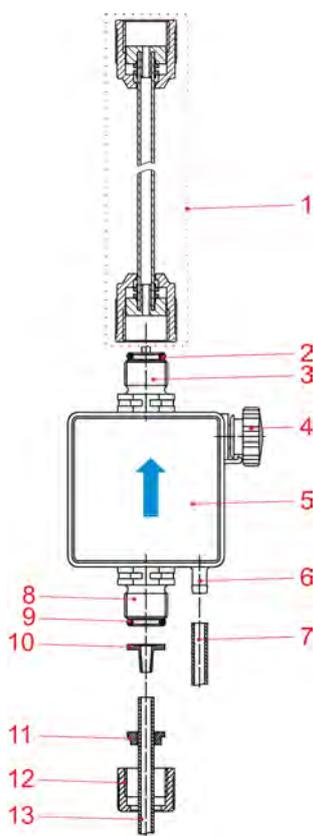

Fig. 9 : Installation hydraulique
S'assurer lors du raccordement des conduites d'aspiration et de refoulement que les joints toriques ( Fig. 9 , repères 5 et 11) sont montés sur les raccords afin d'obtenir l'étanchéité nécessaire.
1. ➤ Poser le joint torique ( Fig. 9 , repère 2) dans la rainure de la soupape.
4. ➤ Montez la conduite de dosage ainsi confectionnée ( Fig. 9 , repère 1).
5. ➤ Posez le joint torique ( Fig. 9 , repère 2) dans la rainure de la soupape et serrez l'écrou-raccord.
2. ➤ Faire coulisser l'écrou-raccord ( Fig. 9 , repère 12) et la pièce de serrage ( Fig. 9 , repère 11) sur le flexible.
3. ➤ Enfoncer l'écrou-raccord et la pièce de serrage jusqu'à la collerette de butée sur la pièce conique ( Fig. 9 , repère 10).
4. ➤ Poser le joint torique ( Fig. 9 , repère 9) dans la rainure de la soupape.